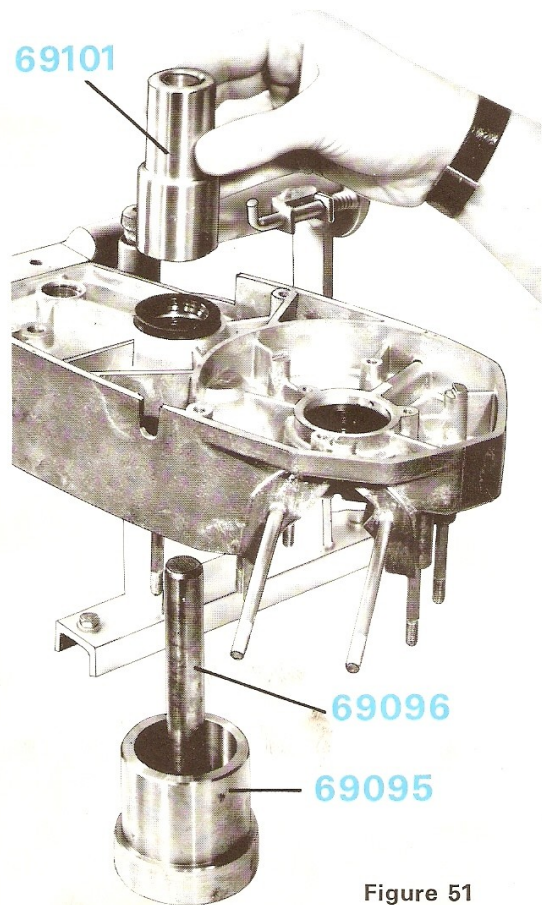

Figure 51
- Disposer sur l'outil, le carter préalablement chauffé (80 à 100°), la chambre des volants tournée vers le bas, et descendre à fond le roulement (graissé) avec l'aide de la chasse n° 69101, en utilisant le côté grand diamètre (figure 51).